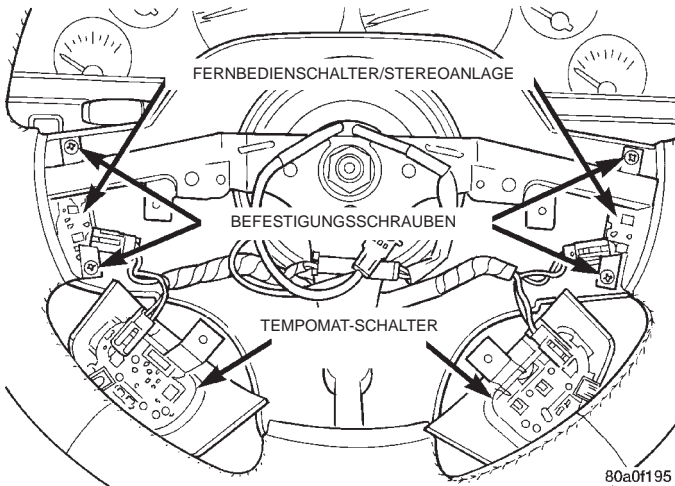

Abb. 7 Fernbedienschalter der Stereoanlage aus- und einbauen
(7) Die beiden Schrauben lösen, mit denen der Fernbedienschalter an der Lenkradspeiche befestigt ist (Abb. 7).
(8) Steckverbinder vom Fernbedienschalter abziehen.
(9) Fernbedienschalter vom Lenkrad abnehmen.
(10) Der Einbau erfolgt in umgekehrter Reihenfolge wie der Ausbau. Befestigungsschrauben der Airbag-Einheit mit 10,2 N·m (90 in. lbs) festziehen.